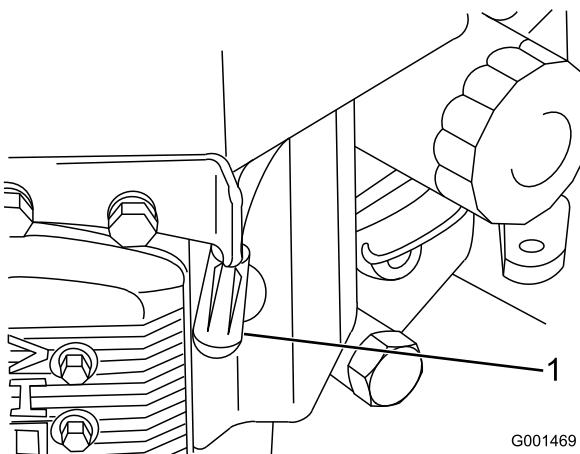

Figure 38
3. Débranchez le fil de la bougie (Figure 38).